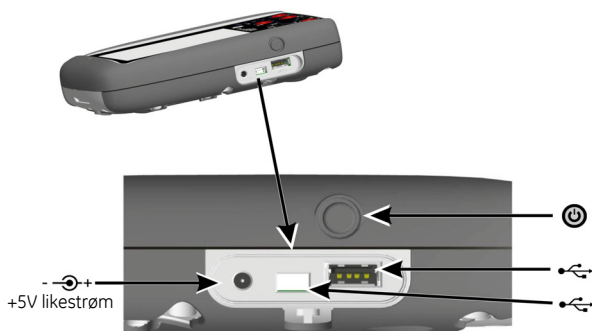

Fig 2, visning fra siden
1. Koble til likestrømforsyningen/batteriladeren i +5V_{DC}-tilkoblingen på siden av enheten (Ref: Fig 2, visning fra siden).
2. Batteriet kan også lades ved hjelp av USB-tilkoblinger (Ref: Fig 2, visning fra siden).
Fra OFF – trykk på strømknappen (Ref: Fig 2, visning fra siden) til instrumentpanelet vises.